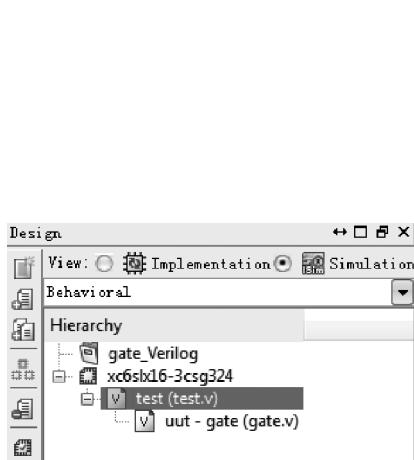

图 3.35 新添加了 test.v 文件
- (5) 单击 Next 按钮。
- (6) 出现 New Source-Summary(新源文件-总结)界面,生成的仿真文件的名字为 test.v。
- (7) 单击 Finish 按钮。
- (8) 如图 3.35 所示,在 Hierarchy 窗口下,新添加了 test.v 文件,并且自动打开 test.v 文件。